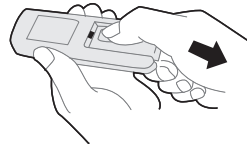

Abb.2
- Schieben Sie die Batteriefachabdeckung wie in Abbildung 2 dargestellt zurück.